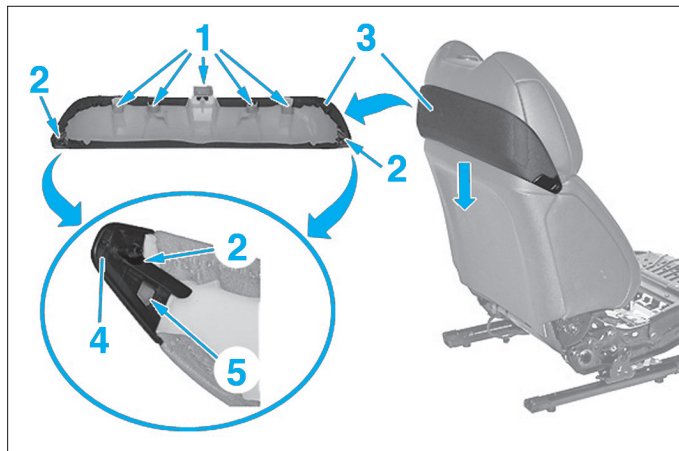

Fig. 7
- Dégrafer la garniture supérieure du dossier en (1) et (2) (Fig.7).
- Déposer la garniture supérieure de dossier (3).
- Dégrafer l'enjoliveur (4) en (5) à l'aide d'un tournevis fin.
- Déposer l'enjoliveur (4).